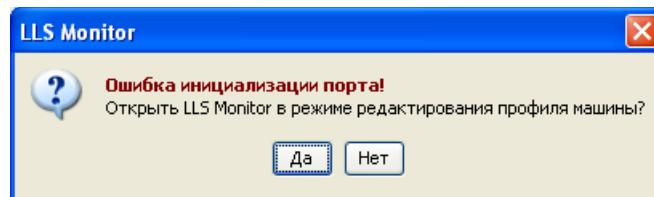
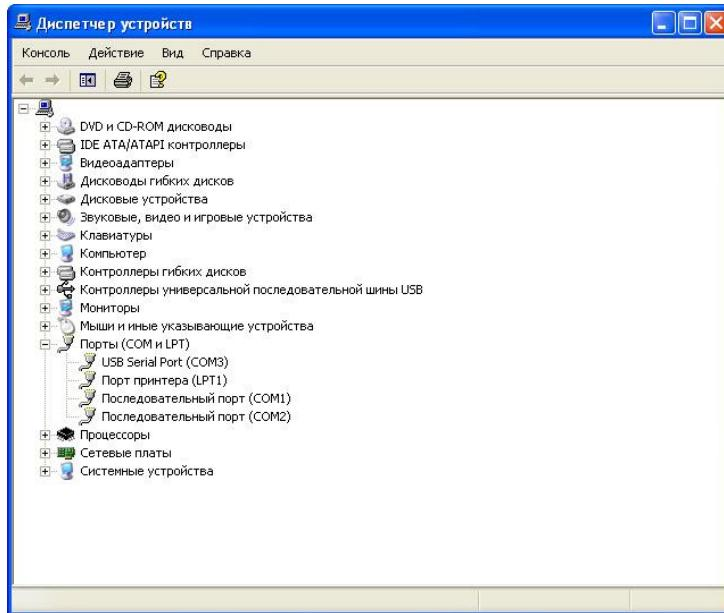
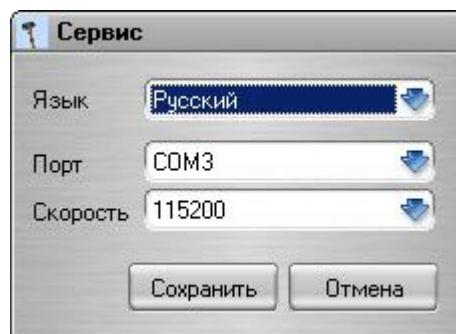

Рисунок 11
Рисунок 12
Рисунок 13
- 3) В случае если появилось сообщение: «Ошибка инициализации порта» (Рисунок 11), нажать «Нет» и изменить настройки подключения к изделию (п.3.6.1).
- Выбрать закладку «Сервис» (Рисунок 11) и в открывшемся окне (Рисунок 13) выбрать COM-порт, к который был создан при подключении Устройства настройки универсального УНУ (Рисунок 12).